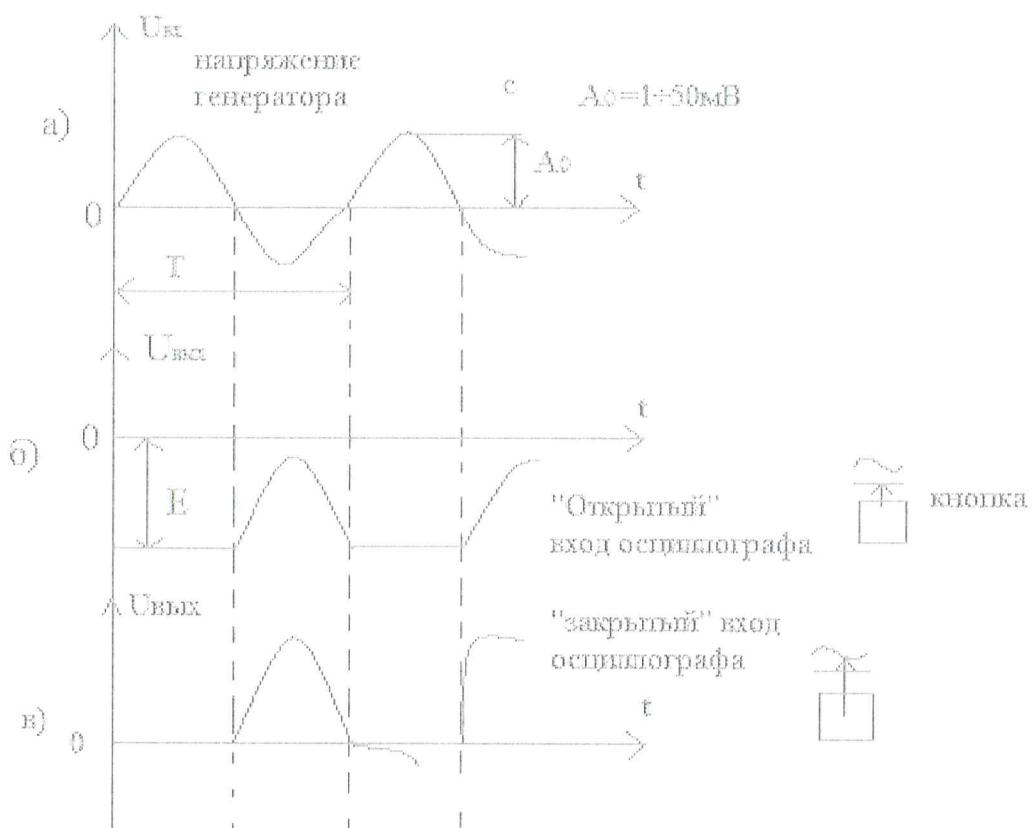

Рис. 4.16. Этапы напряжения
2.1.1 Подавать на вход усилителя напряжение синусоидального тока от генератора амплитуда $1 \div 50 \text{ мВ}$, контролировать с помощью осциллографа напряжение на выходе усилителя. Определить уровень насыщивания и объяснить форму выходного напряжения усилителя (этапы б и в) рис. 4.16.